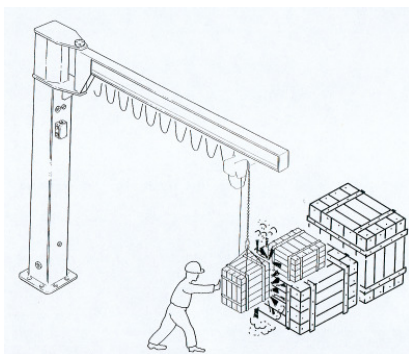

Fig.67
- **TOUJOURS** s'assurer, avant l'opération, que la charge et la potence ne rencontreront pas d'obstacles durant la manutention (fig. 67).